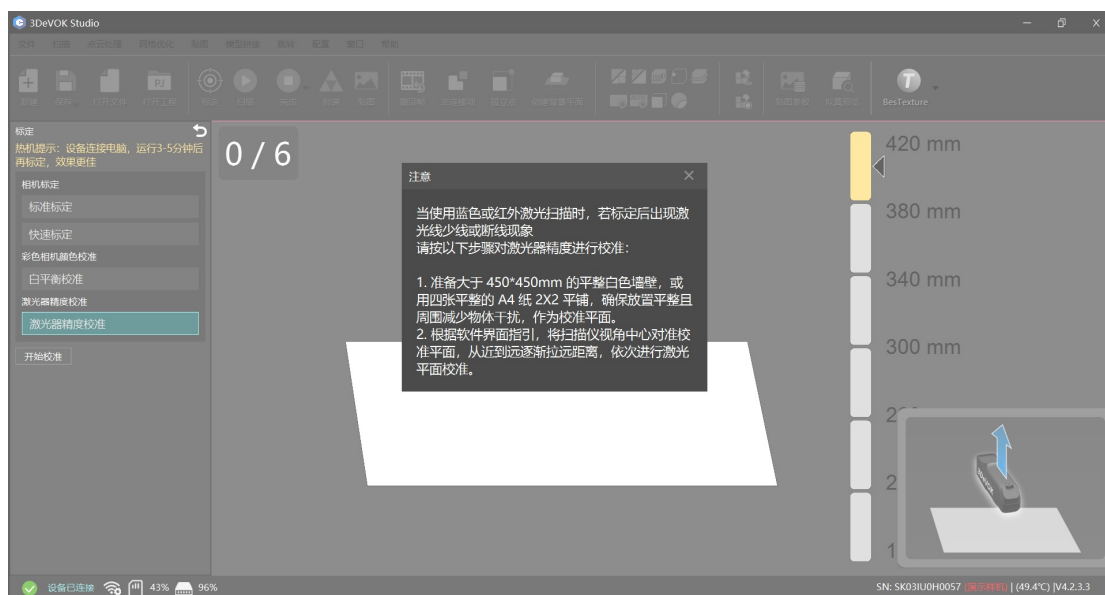

图 6-6 激光器精度校准软件截图示意图
- 2、点击左侧的“激光器精度校准”按钮，按照软件指引，进行激光器精度校准（图 6-6）。